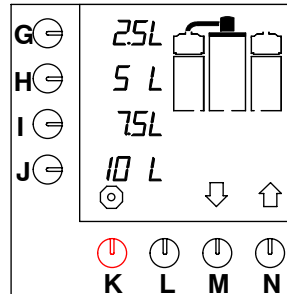

Fig. 8 Pantalla inicial
- El piloto indicador del interruptor se encenderá. El display mostrará los ajustes vigentes por estandar, ver fig. 8 .